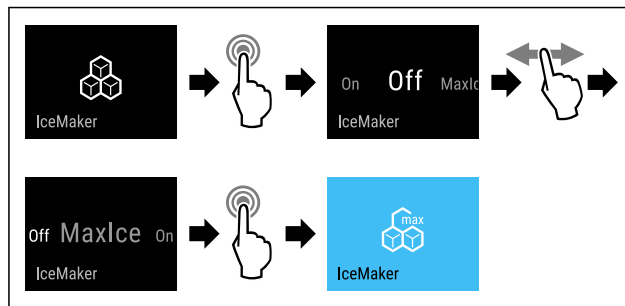

Fig. 17
- Genomför stegen (se Fig. 17).